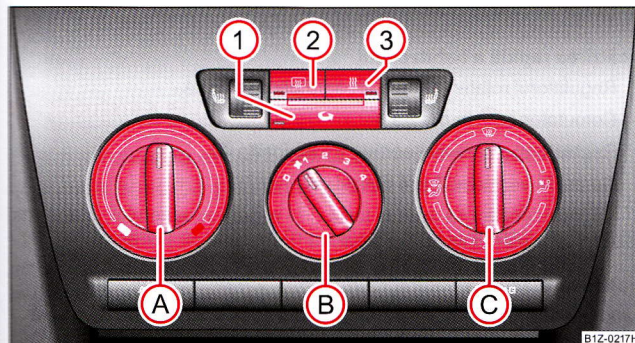
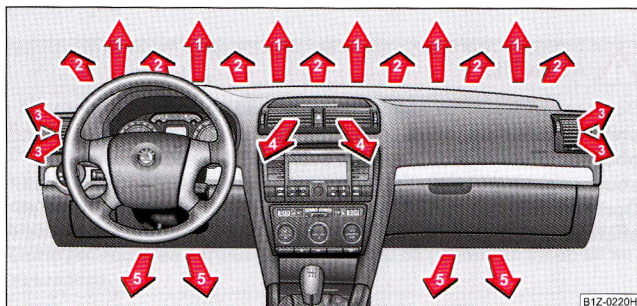
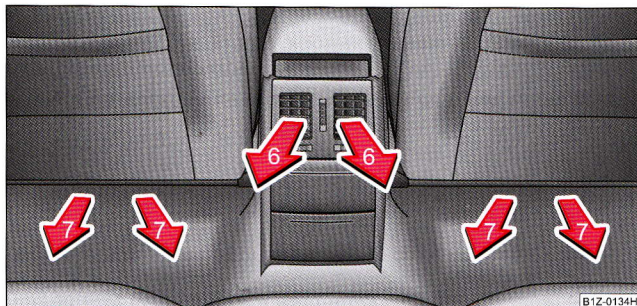

Fig. 116 Încălzirea: Elementele de comandă
Fig. 117 Gurile de ventilație din față
Fig. 118 Gurile de ventilație din spate
- Rotiți regulatorul rotativ **A** ⇒ fig. 116 spre dreapta pentru a mări temperatura.
- Regulatorul rotativ (A) ⇒ pagina 119, fig. 116 spre dreapta până la limită
- Comutatorul (B) în poziția 3
- Regulatorul distribuției aerului (C) în poziția
- Gurile de ventilație 3 ⇒ pagina 122, fig. 117 deschise și îndreptate spre geamurile laterale
- Regulatorul rotativ (A) ⇒ pagina 119, fig. 116 spre stânga până la limită
- Comutatorul (B) în poziția dorită
- Gurile de ventilație 3 și 4 ⇒ pagina 122, fig. 117 deschise
Când regulatorul (C) se află în poziția  ⇒ pagina 119, fig. 116, recircularea aerului este oprită automat. Prin apăsarea repetată a tastei  puteți porni recircularea aerului și în această poziție.
- Apăsați tasta  - lampa de control din tastă ⇒ pagina 119, fig. 116 se aprinde.
Admisia aerului prin fiecare gură de ventilație se reglează de la regulatorul **C** ⇒ pagina 119, fig. 116. Gurile de ventilație 3, 4 ⇒ fig. 117 și 6 ⇒ fig. 118 se pot deschide și închide separat.
Prin gurile de ventilație deschise este admis aer încălzit sau rece, în funcție de poziția regulatorului **A** ⇒ pagina 119, fig. 116 și de condițiile climatice.